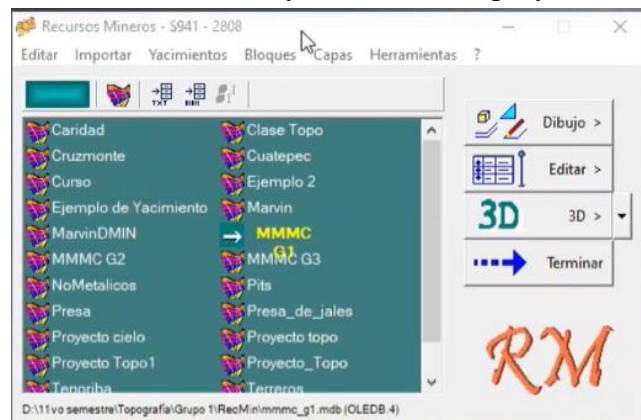

Figura 240. Módulo de yacimientos.
49. Abrir el módulo de yacimientos de RecMin y seleccionar el proyecto de la materia. Figura 240.